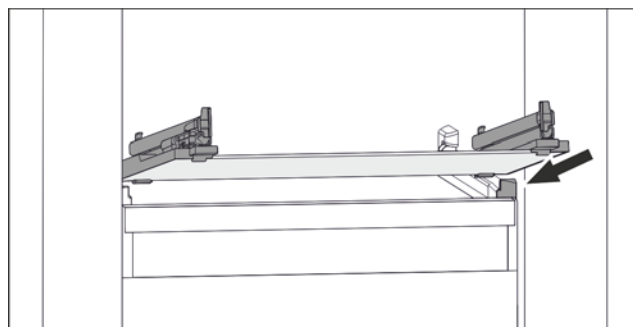

Fig. 138 Примерное отображение стеклнной пластины
- Наклоняя вниз, установите стеклнную пластину за опоры. (см. Fig. 138)